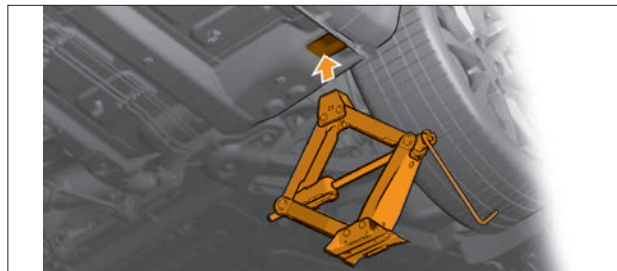

Рис. 7.1. Место для установки домкрата при замене переднего колеса
6.1. Установка домкрата для замены переднего колеса: отступите 100 мм (см. рис. 4) от кромки переднего крыла и нащупайте плоскую площадку между двумя подштамповками цилиндрической формы, установите домкрат совместив опорные площадки домкрата и автомобиля (рис. 7.1).